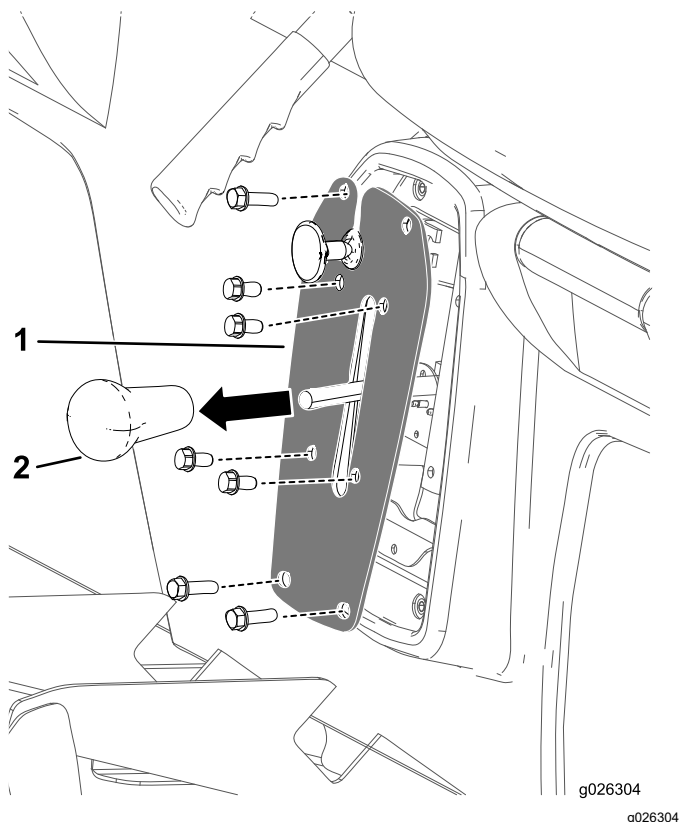

Figura 42
1. Retire o manípulo da alavanca das mudanças (Figura 42).
2. Retire os 4 parafusos que prendem a placa das mudanças ao suporte das mudanças (Figura 42).
3. Retire os 4 parafusos que prendem a placa das mudanças à base do banco e retire a placa das mudanças (Figura 42).
4. Enrosque o manípulo da alavanca das mudanças e aperte o manípulo de travagem (Figura 42).